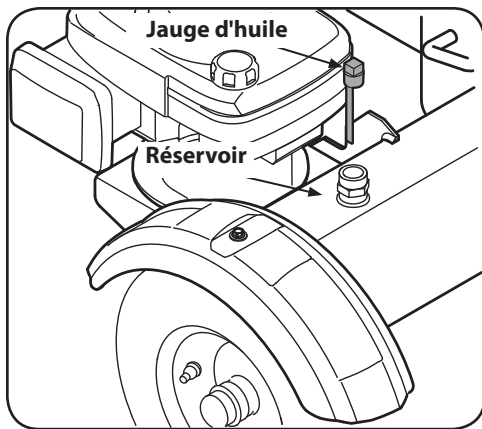

Figure 3-9
2. Retirez la jauge d'huile placée sur le dessus du réservoir. Voir Figure 3-9.
3. Utilisez la jauge pour vérifier le niveau du fluide. Voir Figure 3-9. Ne remplissez pas le réservoir de carburant à ras bord.